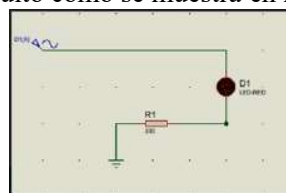

Figura 1, Diagrama del circuito con el led.
1. Primeramente, se armará el circuito como se muestra en la figura 1.